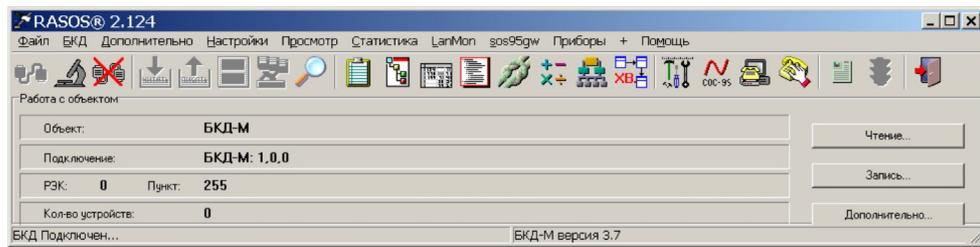

Рисунок 13
- 3) В программе RASOS произвести подключение к БКД-М (рисунок 13). Проверить наличие сообщения «БКД подключен».